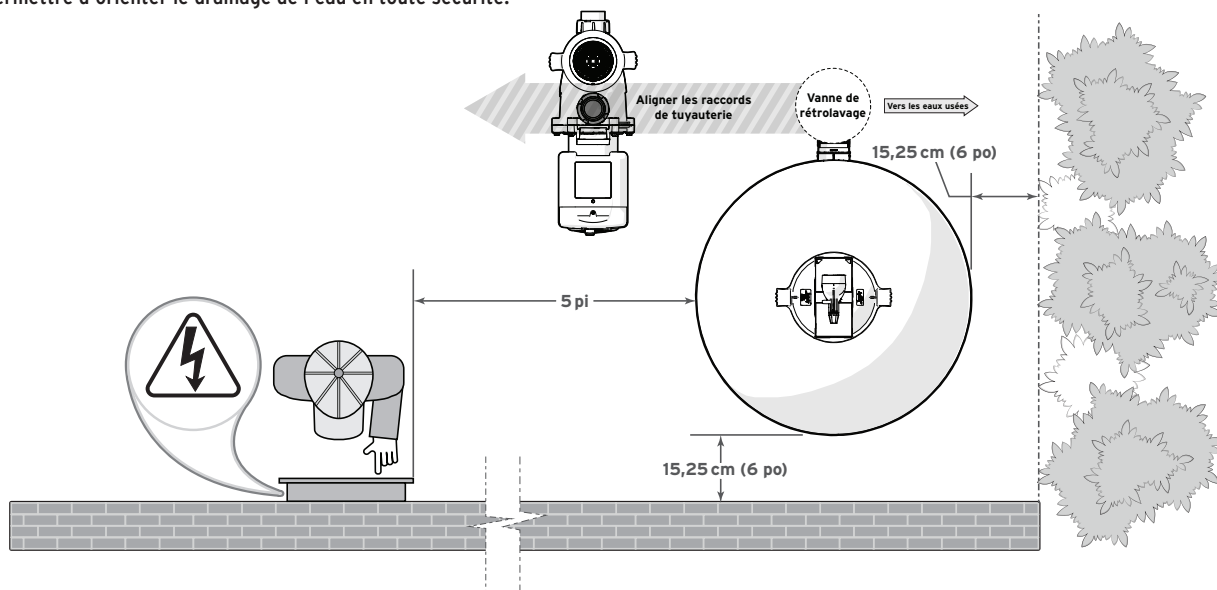

Figure 3. Exigences d'emplacement du filtre
- Placez le filtre sur le socle en béton, aligné avec les tuyaux d'entrée/sortie. Voir **Figure 3**.